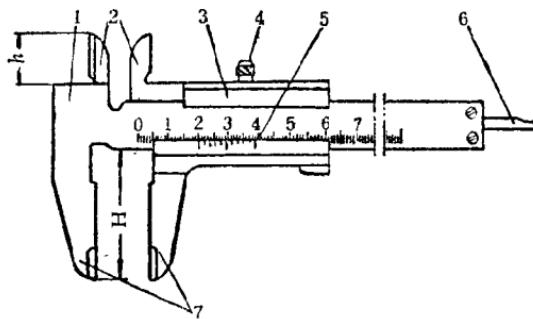

图 4 测量范围为 0~125 毫米的游标卡尺：
1. 测量范围为 0~125 毫米的游标卡尺，制成为带有内外量爪和测量深度用的深度尺（图 4）。
游标卡尺的主要构成部件是：具有一个（或两个）固定量爪的主尺和具有一个或两个量爪的游框及游标尺。图 4 是带有双面量爪（内外量爪）和测深尺的游标卡尺；它的外量爪用来测量外径、长度和宽度，内量爪用来测量内径，它的尖端也可以用来划线。这种卡尺还带有测量深度的直尺，它固定在游框的背面，能随着游框在主尺的导向凹槽中移动。测量深度时，应该把主尺尾部的端面压在工件的作为测量基准的平面上。所以这种游标卡尺的用途很广，可以测量工件的深度、内径、外径及细颈工件的颈部尺寸等。